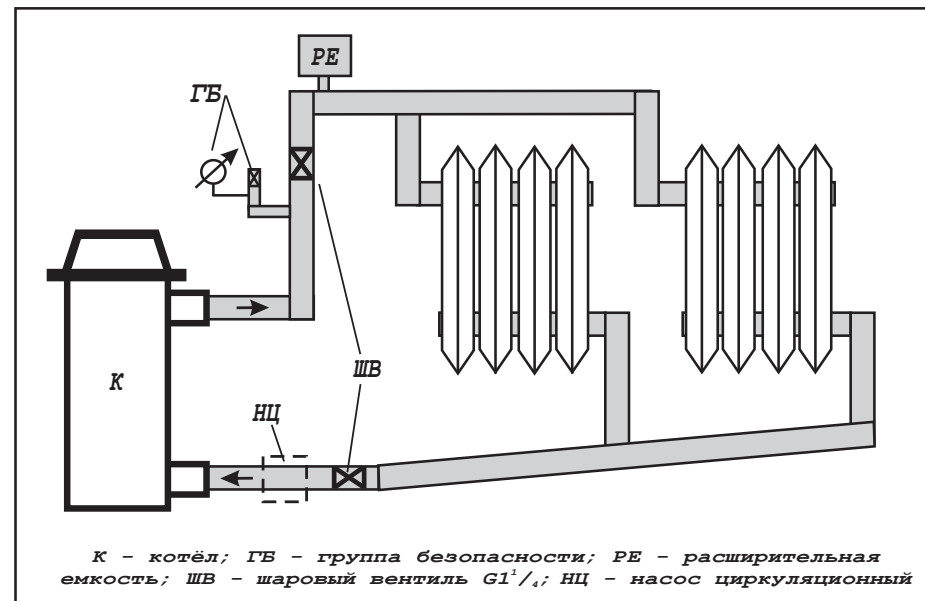

Рисунок 5. Примерная схема системы отопления
5.9 *Внимание!* При эксплуатации прибора запрещается полностью или частично перекрывать шаровые вентили на входе и выходе из котла (см. рисунок 5).